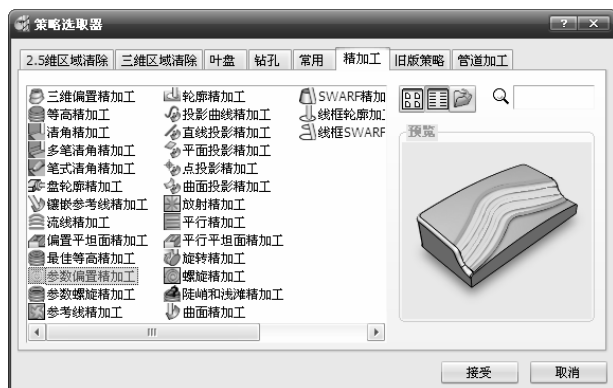

图 3-54 “策略选取器”对话框
1) 单击主工具栏上的“刀具路径策略”按钮 , 弹出“策略选取器”对话框，单击“精加工”选项卡，在弹出的精加工策略选项中选择“参数偏置精加工”加工策略，如图 3-54